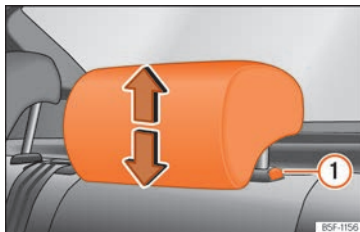

Abb. 110 Kopfstützen hinten: Kopfstützeinstellung.
hinteren Kopfstützen muss die Taste » Abb. 110 ① nur zum Absenken gedrückt werden » ⚠ in Einleitung zum Thema auf Seite 134.